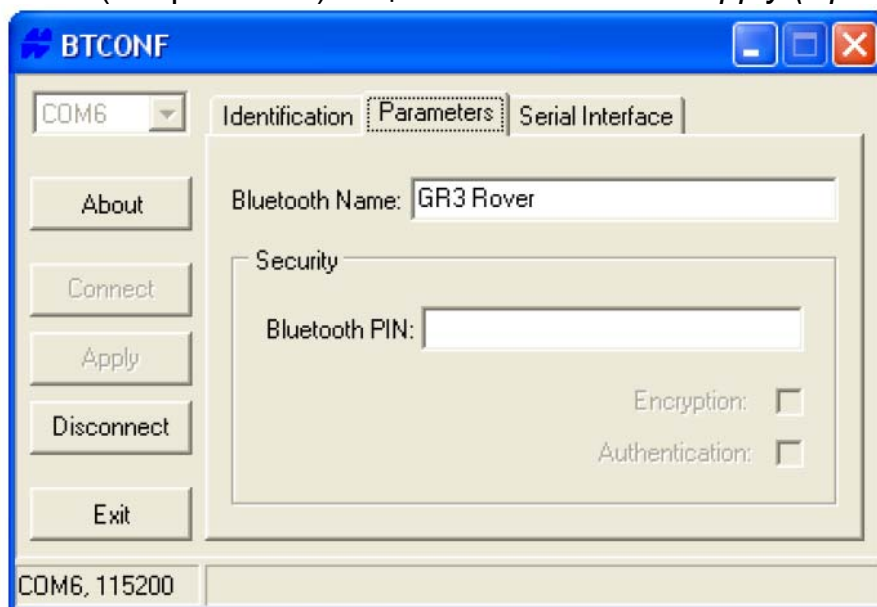

Рисунок 2-22. Программа BTCONF. Вкладка *Parameters (Параметры)*
5. Выберите вкладку *Parameters (Параметры)* (см. рис. 2-22). В ней можно установить идентификатор (название) модуля. В области *Security (Безопасность)* устанавливаются параметры защиты от несанкционированного доступа.
6. Введите уникальное название модуля Bluetooth длиной до 14 символов (см. рис. 2-22) и щелкните на кнопке *Apply (Применить)*.